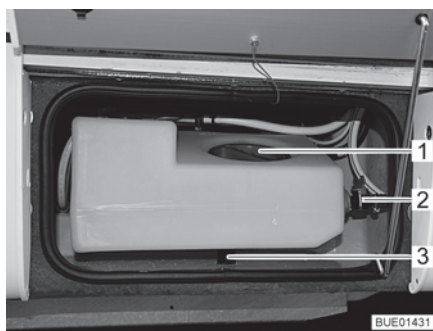
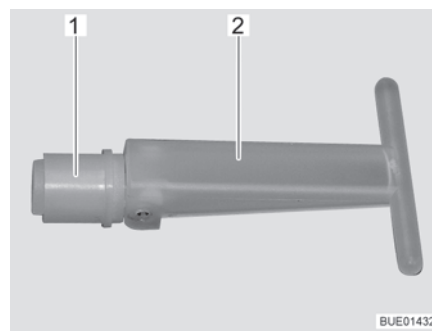

Fig. 163 Serbatoio dell'acqua aggiuntivo
Fig. 164 Tappo di chiusura
Quando la valvola di svuotamento (Fig. 163,2) è aperta, la capienza del serbatoio dell'acqua aggiuntivo è limitata a circa 30 l; l'acqua in eccesso defluisce. Quando la valvola di svuotamento è chiusa, è disponibile l'intero volume del serbatoio.
Quando si toglie il tappo di chiusura (Fig. 164,1) all'interno del serbatoio dell'acqua aggiuntivo, l'acqua defluisce attraverso lo scarico (Fig. 163,3). Il tappo di chiusura si raggiunge attraverso l'apertura di servizio (Fig. 163,1).
- Assicurarsi che il tappo di chiusura (Fig. 164,1) del serbatoio dell'acqua aggiuntivo sia chiuso (impugnatura (Fig. 164,2) girata).
- Assicurarsi che la valvola di svuotamento (Fig. 163,2) sia chiusa.
- Aprire l'apertura di servizio (Fig. 163,1) del serbatoio dell'acqua aggiuntivo.
- Attraverso l'apertura di servizio, portare in posizione verticale l'impugnatura (Fig. 164,2) del tappo di chiusura (Fig. 164,1) e sfilare il tappo.